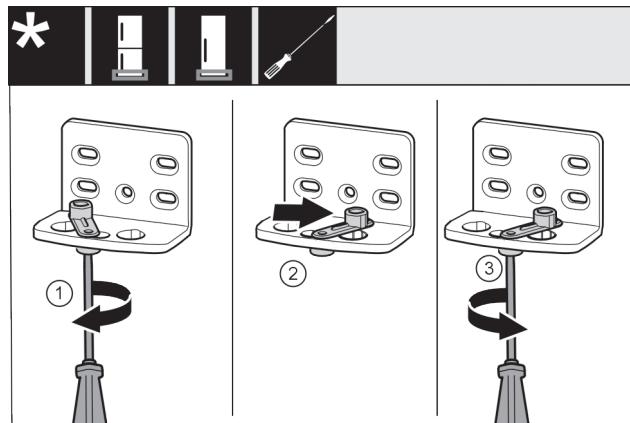

Fig. 19 \*
- ▶ Allentare leggermente la vite Fig. 19 (1) con un cacciavite.\*
- ▶ Sollevare l'ausilio di chiusura della porta Fig. 19 (2) e ruotarlo nel foro di 90° a destra.\*
- ▶ Stringere la vite Fig. 19 (3) con un cacciavite.\*